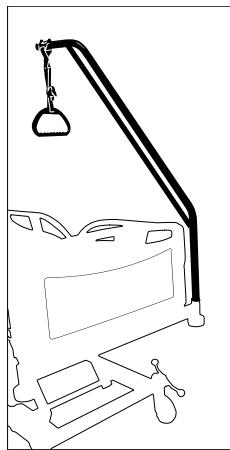

図 25 – リフトポールを取り付ける
1. リフトポールを2つの付属スリーブのいずれかに挿し込みます（図 25）。